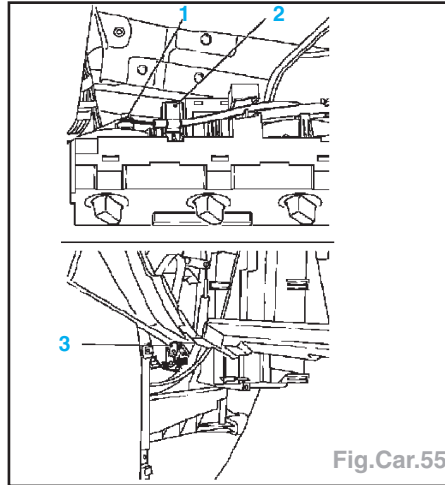

Fig.Car.55
- Dégrafer l'agrafe (2), décrocher le câble (1) du bloc, déclipser et décrocher le câble (3) en le sortant par l'arrière (Fig.Car.55).
- Raccrocher le cable. Placer le bouton rotatif air chaud/froid en position maximum froid. Tirer le volet d'air mixte (3)
dans le sens de la flèche en position froide. Agrafer l'agrafe (2) de câble (Fig.Car.55).